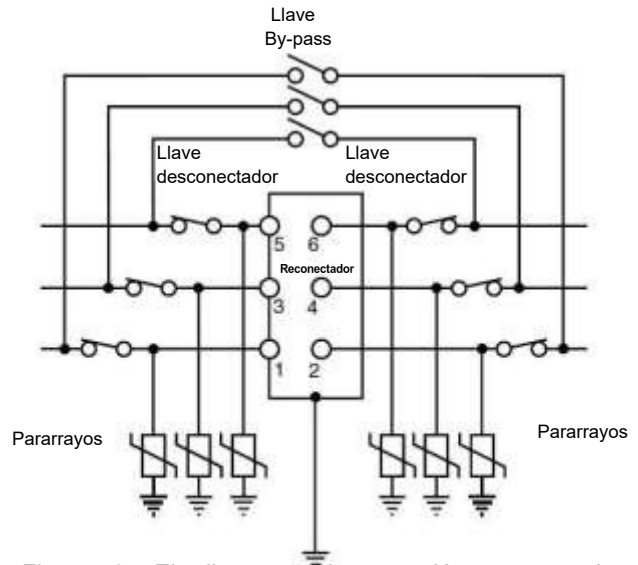

Figura 9. El diagrama de conexión muestra la protección contra sobretensiones completa e ilustra los interruptores de derivación y desconexión.
- B. Proporcionar protección contra sobretensiones. Se debe proporcionar protección contra sobretensiones para ambos lados; ver Figura 9.